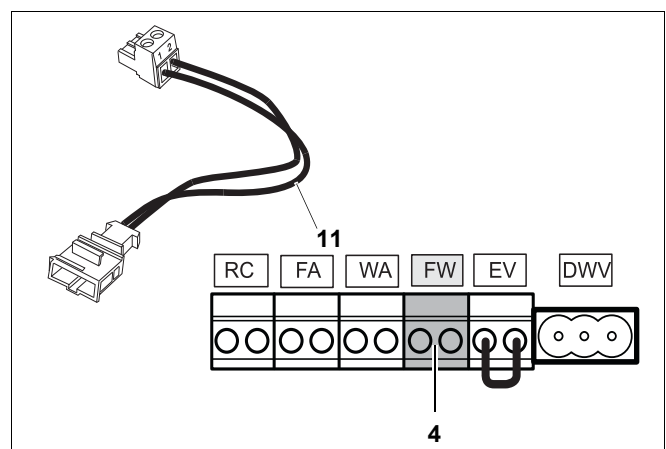

Fig. 34 Regletă – Senzorul temperaturii apei calde (culoare de racord gri)
- Racordați senzorul temperaturii apei calde la borna FW gri (Fig. 34, **Poz. 4**). Folosiți pentru aceasta cablul adaptorului livrat împreună cu senzorul temperaturii apei calde (Fig. 34, **Poz. 11**).